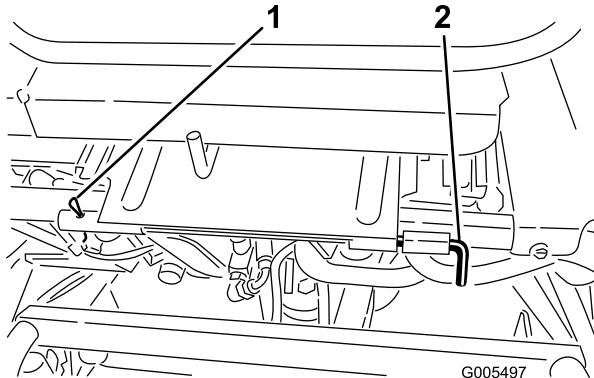

図 9
8. シート・アセンブリを取り付け(図9)。シート・ピボット・ロッドとロール・ピンで固定する。